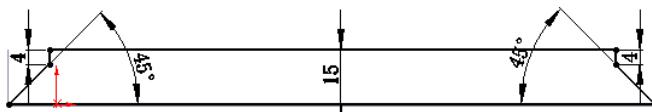

图 17.9.16 横断面草图
(5) 编辑边线法兰 3 的草图。在设计树的 边线-法兰 3 上右击，在系统弹出的快捷菜单中单击 命令，系统进入草图环境。绘制图 17.9.16 所示的横断面草图。退出草图环境，此时系统完成边线法兰 3 的创建。